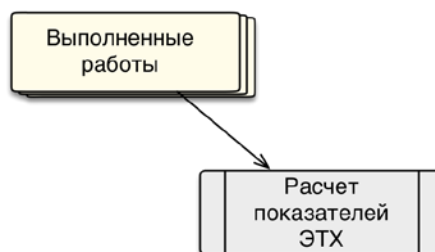

Рис. 13-465 – Использование выполненных работ в расчетах
8) Если в окне импорта данных не указано соответствие для ключевых полей, импорт не выполняется и выводится сообщение об ошибке (рис. 13-465). В этом случае нужно повторить импорт, указав правильное соответствие для ключевого поля.